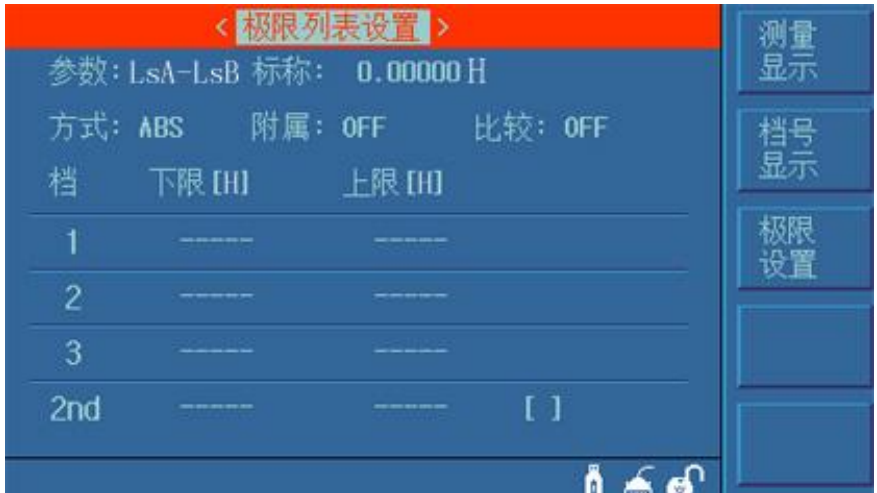

图 6-2 分选功能页面
1. 按快捷菜单键“MEAS”，进入<测量显示>页面后（如图 6-1），选择“极限设置”，进入<分选功能>页面（如图 6-2 所示）。